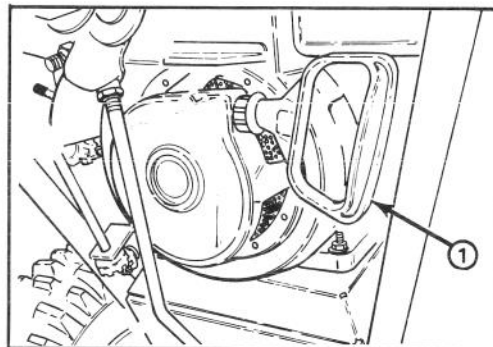

Figure 13
**Démarrreur à cordon** (fig. 13)—Placé à l'arrière du moteur, il sert à mettre le moteur en marche.
6. Tirez sur la poignée du démarreur à cordon (fig. 13) lentement jusqu'à ce que l'engagement positif se produise; puis tirez d'un coup sec pour faire démarrer le moteur. Gardez une prise ferme sur la poignée du démarreur et laissez le cordon revenir lentement.